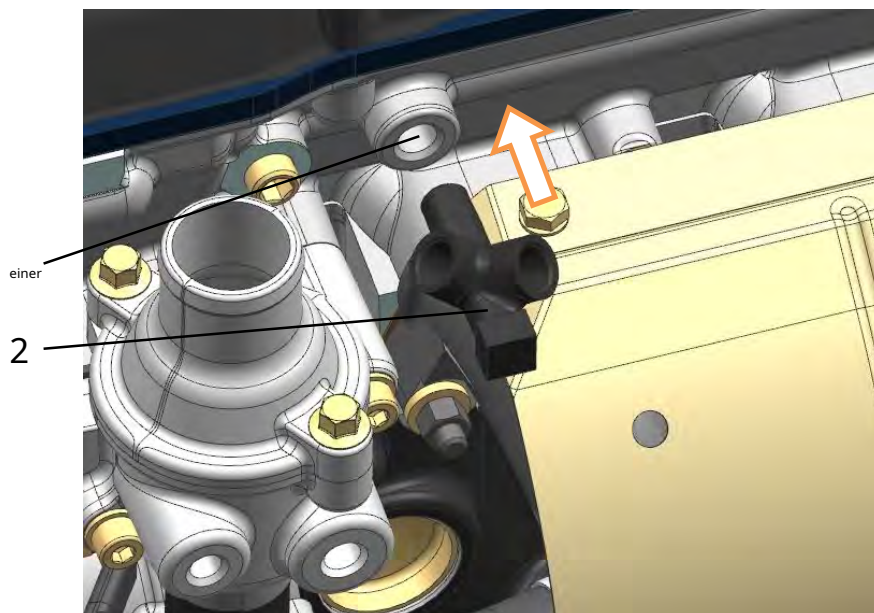

Abb. 195. Anschluss Öldrucksensor montieren:
32. Schrauben Sie die Verschraubung der Öldrucksensoren 2 (Abb. 195) in die Bohrung 1 Fangzylinder mit einem Drehmoment von 19,6 ... 49 N m (2 ... 5 kgf · m), nach Auftragen eines anaeroben Dichtmittels "Fixator-6" oder ähnlich ("Stopor-6", "Technogerm-5", "Germikon-2K"). Richten Sie die Düse mit den Sensoreinbaudüsen nach oben aus.